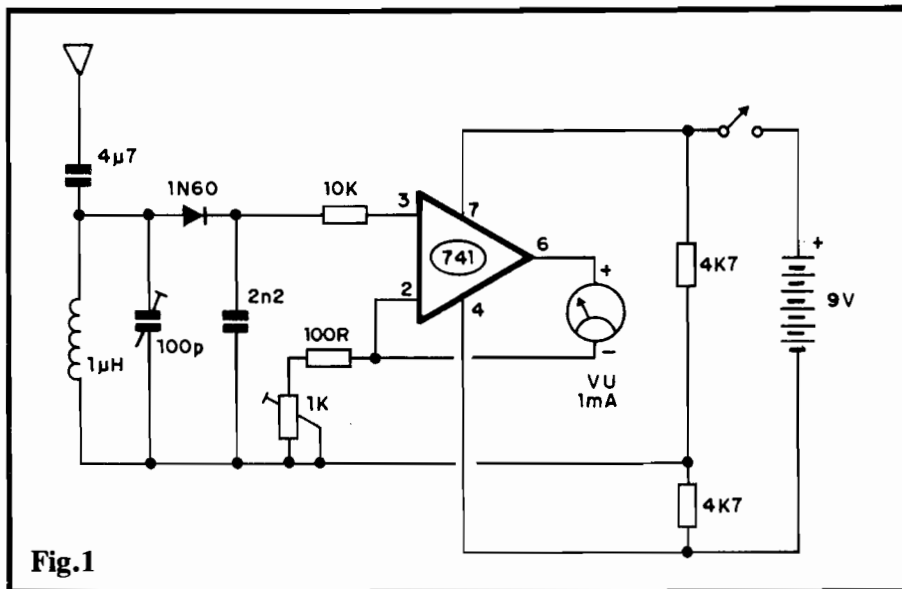

Fig.1
- **FIG. 1 - O CIRCUITO** - Absoluta simplicidade, para manter a quantidade de componentes e a complexidade num mínimo absoluto, além de conter o custo dentro de faixa aceitável... Essa é a principal marca do circuito, porém sem perda das desejadas sensibilidade, praticidade e validade... Um "toquinho" de antena (15 a 25 cm.) recebe os sinais emitidos pela estação de PX e os envia (através do capacitor de 4p7) a um arranjo sintonizável L-C (bobina/trimmer) parametrado para abranger toda a "região" pretendida de Frequências... Facilitando bem as coisas para o Leitor/Hobbysta/"pexiszeiro", a bobininha nem precisará ser "feita em casa", já que trata-se de um micro-choque comercial, de 1 uH, encontrável em qualquer loja de componentes a preço "maneiro"... Quanto ao capacitor variável, não passa de um trimmerzinho cilíndrico (tipo "Dau"), também de baixo custo e fácil aquisição. O diodo de germânio 1N60 (outro, de germânio, também poderá ser usado, sem problemas...) retifica e demodula o sinal e, após a passagem pelo filtro oferecido pelo capacitor de 2n2, injeta o resultado na Entrada Não Inversora de um sensível Amplificador Operacional 741 (Integrado "manjadíssimo", também de baixo custo e fácil de encontrar), via resistor de 10K... A Saída do Operacional (pino 6) é aplicada diretamente ao galvanômetro (miliamperímetro ou V.U com fundo de escala recomendado em 1 mA...) e retorna ao "terra" do circuito (juntamente com a Entrada Inversora, pino 2 do 741), através do arranjo resistivo formado pelos componentes de 100R (fixo) e 1K (ajustável - trimmerpot...), os quais (pelo ajuste do trimmerpot...) podem determinar o ganho geral do bloco... Notar que - como o 741 precisa de uma fonte split (simétrica) para perfeito desempenho nesse arranjo, a Tensão geral de alimentação, 9V, proveniente da bateria, é convenientemente "fatiada" em duas metades, através do totem de resistores de 4K7, de modo a oferecer um "terra virtual", com nível de Tensão correspondente à metade dos 9V originais... Nada mais precisa ser dito, e nada mais precisa ser perguntado (parece linguagem de taquígrafo de Tribunal...). Os valores dos componentes já foram previamente computados de modo que em seus ajustes médios ("meio giro") tanto o trimmer quanto o trimmerpot já posicionam o circuito do MSPX para abranger também as condições médias de utilização... Obviamente que alguns "retoques" nesses ajustes, ajudarão a